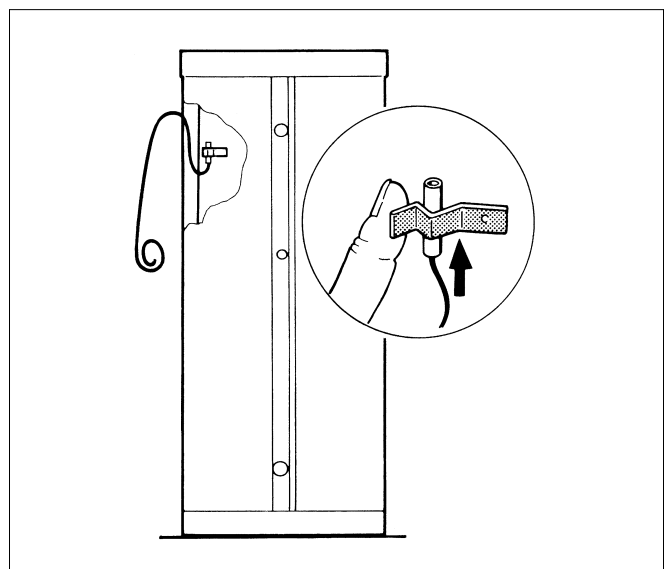

Fig. 9 Montaggio sonda
- Le sonde devono essere inserite nel fermo a molla, in modo tale che l'intera superficie di contatto della sonda aderisca esternamente al mantello dell'accumulatore (fig. 9).